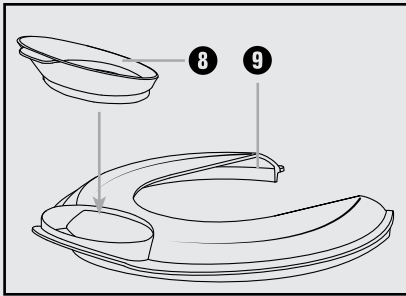

Fig. 2: Montarea ajutorului de umplere
- Dacă doriți, puteți monta accesoriul de umplere **8** pe capac **9** (Fig. 2):